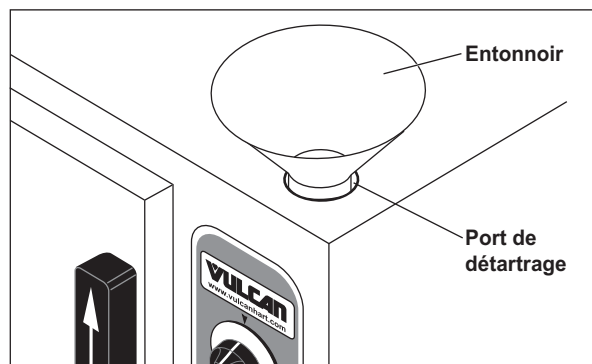

Figure 4
4. Retirez le capuchon du port de détartrage sur le dessus de l'appareil et insérez l'entonnoir dans le port de détartrage (figure 4).